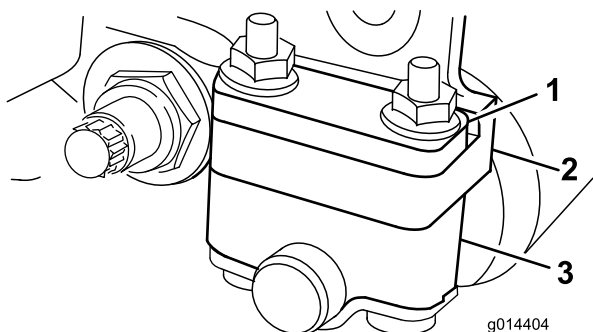
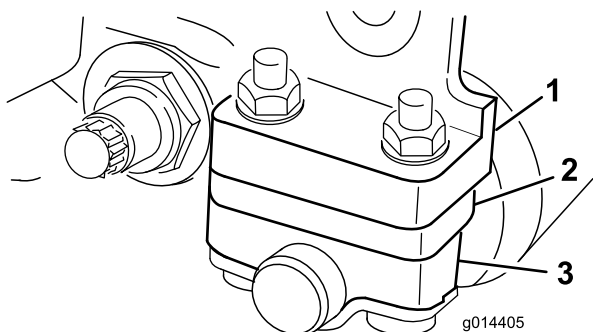

Figura 12
Figura 13
1. Regolate le staffe del rullo posteriore (Figura 12 o Figura 13) in posizione bassa o alta in funzione dell'intervallo in cui rientra l'altezza di taglio desiderata.
Con un range di altezze di taglio da 1,6 a 6 mm collocate il distanziale sopra la flangia di montaggio della piastra laterale (impostata in fabbrica) (Figura 12).
Collocate il distanziale sotto la flangia di montaggio della piastra laterale se l'altezza di taglio è compresa tra 3 mm e 25 mm (Figura 13).